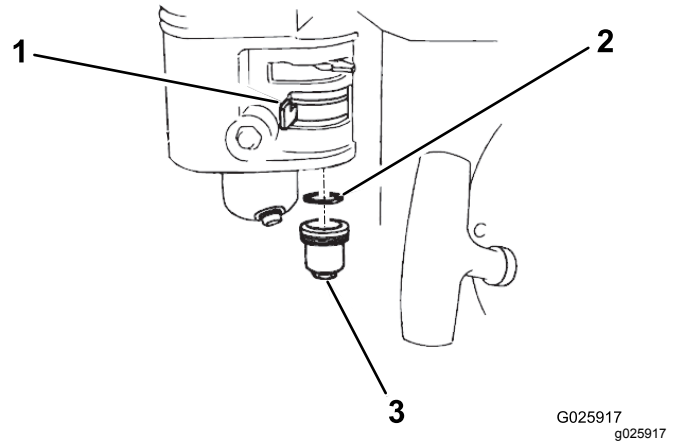

図 33
2. 燃料バルブを OFF 位置にする 図 33。
3. 異物収集カップと O リングを外す 図 33。
6. O リングを燃料バルブにセットし、カップを元通りに取り付ける 図 33。異物収集カップを十分に締め付ける。